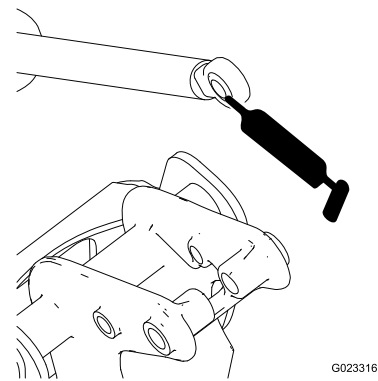

Figura 19
6. Manipule el extremo del cojinete del émbolo del actuador y aplique grasa al cojinete (Figura 19).